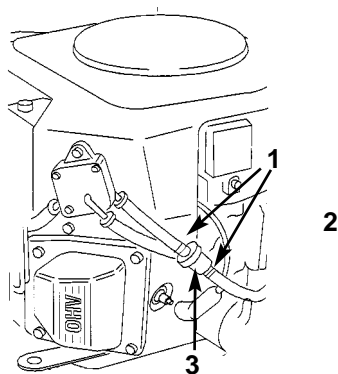

Fig. 31
4. Stringete insieme le estremità delle fascette per tubi e fatela scorrere lontano dal filtro (Fig. 31).